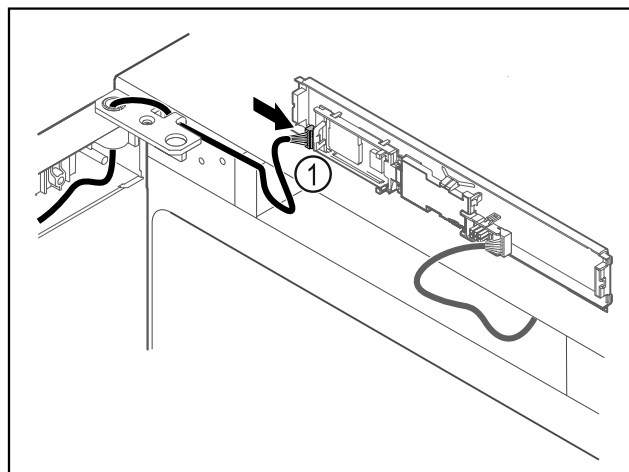

Fig. 65
- ▶ Natakните utikač Fig. 65 (1) na tiskanu pločicu.